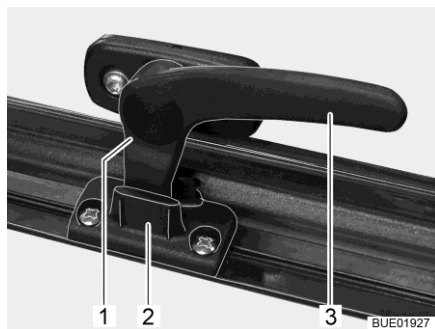

Bild 19 Låsarm i läget "kontinuerlig vädning"
- I läget "kontinuerlig vädning" (Bild 19)
- Sväng låsarmen (Bild 19,3) ett kvarts varv mot fönstrets mitt.
- Sväng låsarmen ett kvarts varv mot fönsterkarmen. Därvid måste låsspaken (Bild 19,1) föras in i spåret på fönsterlåset (Bild 19,2).